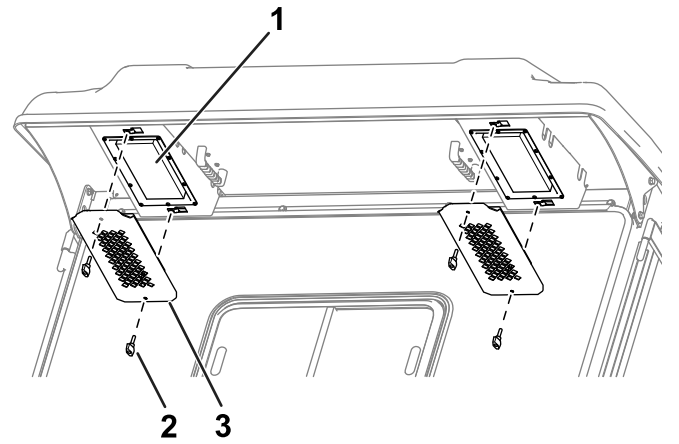

図 82
1. 後方のオーバーハング部からノブと格子を取り外す **図 82**。
4. フィルタをキャブに取り付け、格子とノブで固定する **図 82**。